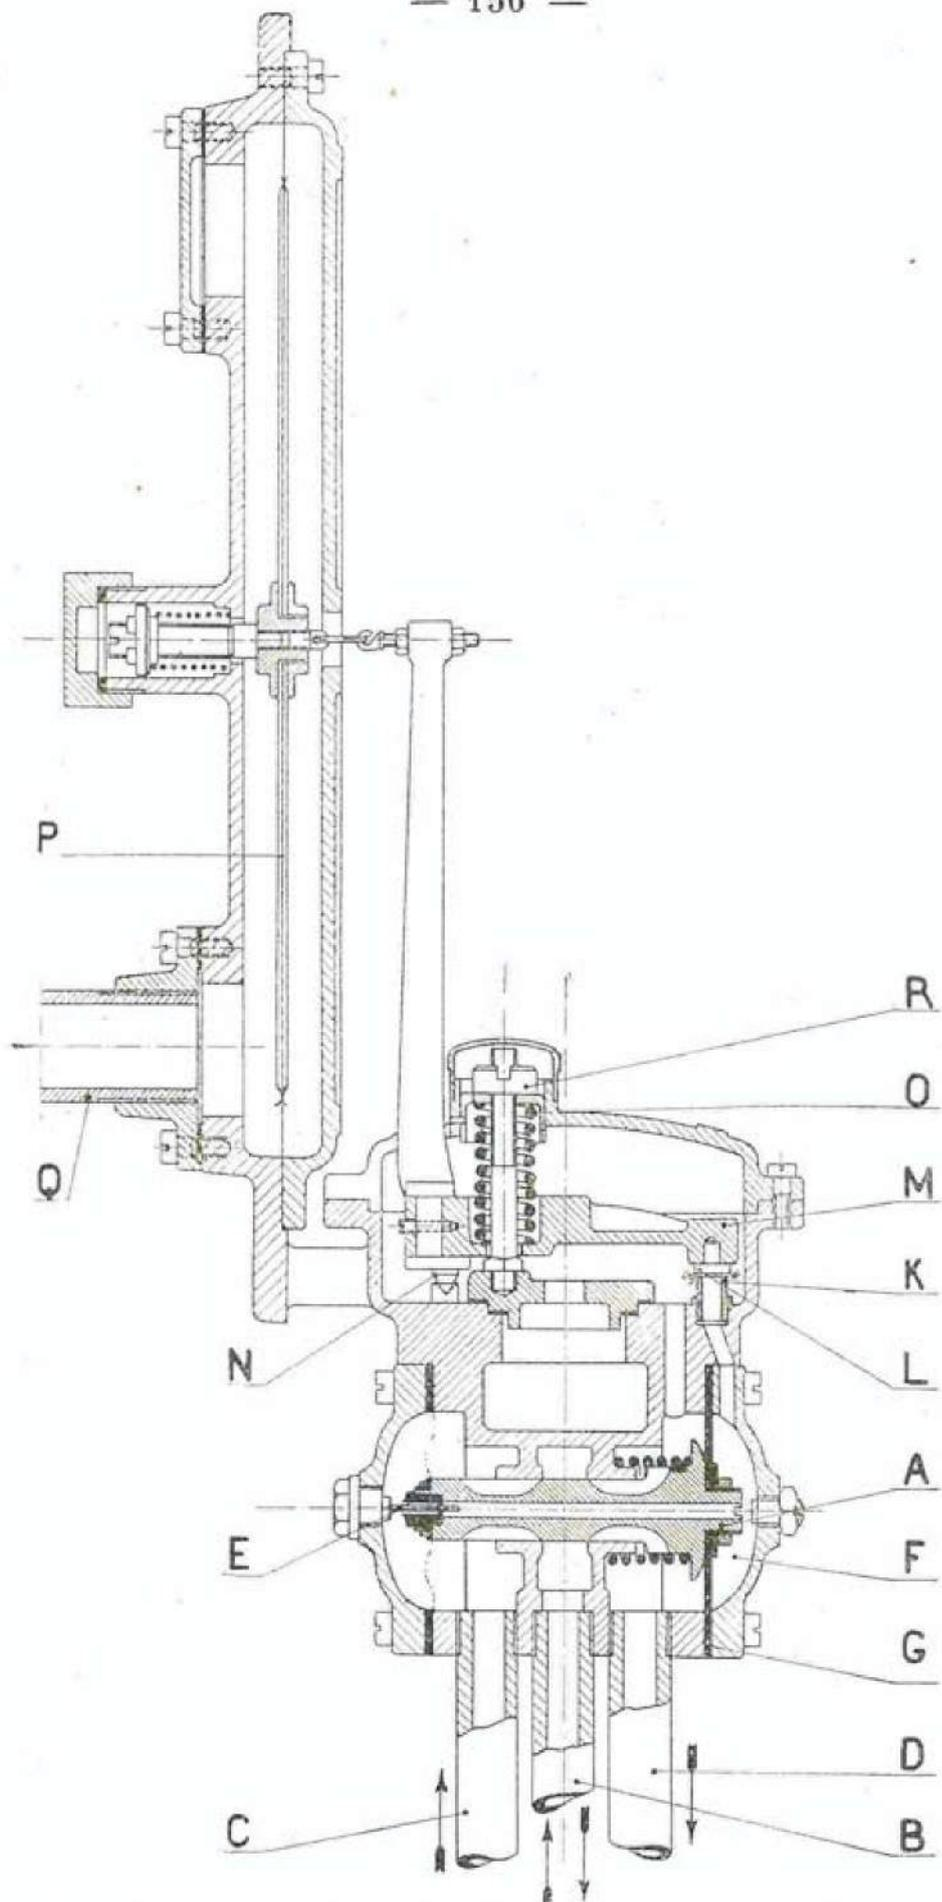

Fig. 2. — Coupe du relais et du distributeur combinés.
La figure 2 représente schématiquement la coupe du relais et du distributeur. L'eau prise à la distribution de la ville ou au réservoir de l'Usine à une pression, même variable, comprise entre 1 et 6 kgs, arrive par l'orifice (C). Elle pénètre par un orifice obstrué en partie par une broche (E), dans une chambre (F) limitée par une membrane souple et imperméable (G) et s'échappe en jet d'eau par un ajutage (K). Une palette (L) portée par un levier (M) fait obstacle au jet d'eau. Le levier (M) repose sur des pivots coniques (N) ; un ressort (O) à tension réglable par un écrou (R) tend à appliquer la palette contre l'ajutage. La pression de gaz à régler, transmise par le tuyau (Q), s'exerce sur une membrane (P) reliée au levier (M) par un renvoi. Si la pression